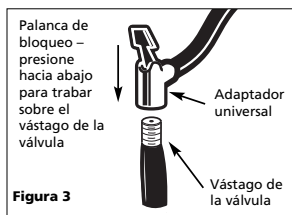

Figura 3
d.) Presione la palanca de bloqueo hacia abajo para fijarlo sobre el vástago de la válvula (vea la figura 3).